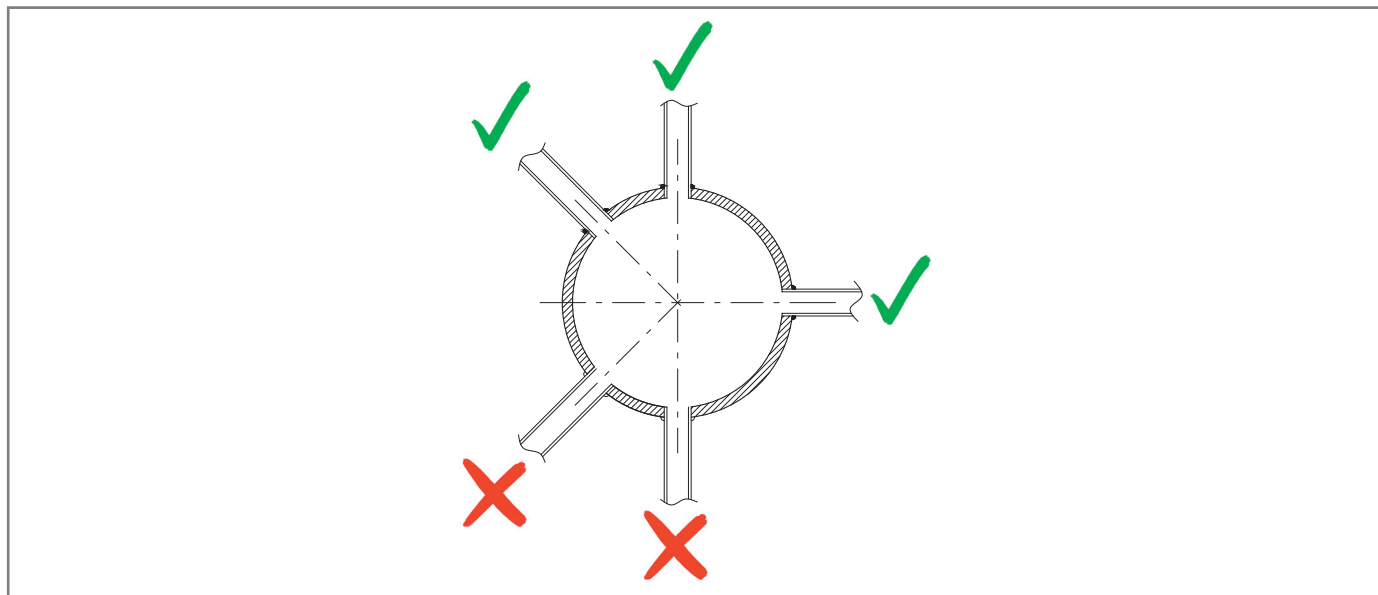

Рис. 6.9. Сварные штуцеры пневматического соединения
- патрубки пневматического соединения всегда должны быть приварены в верхней части или под углом не более 90° к оси самого соединения (см. рис. Рис. 6.9);